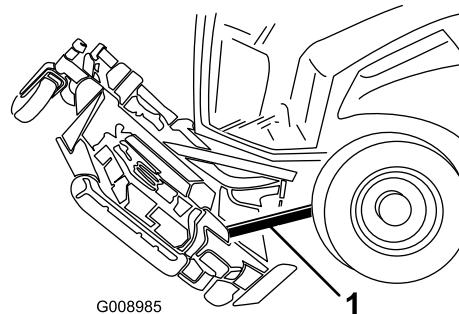

Рисунок 132
6. Поместите деревянный брускок между задней частью деки и машиной (Рисунок 132).